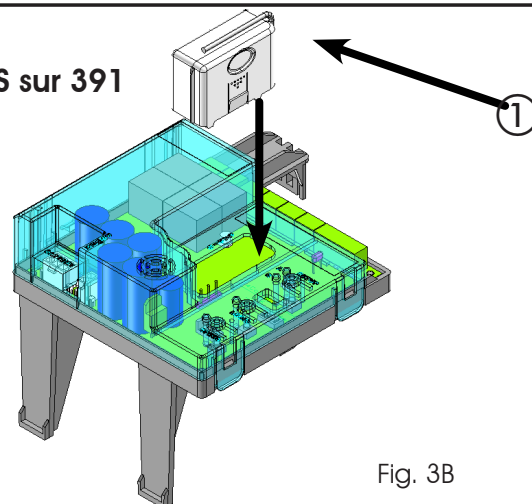
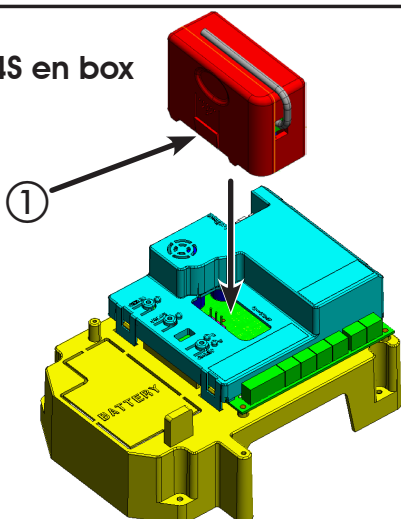

Fig. 3B
Fig. 3A
L'armoire électronique est munie d'un système de décodage (DS, SLH, LC) bicanal intégré appelé OMNIDEC. Ce système permet de mémoriser, par l'intermédiaire d'un module récepteur supplémentaire (Fig. 3A réf. ① et Fig.3B réf. ① pour E024S pour 391) et de radiocommandes de la même fréquence, tant l'ouverture totale (OPEN A) que l'ouverture partielle (OPEN B) de l'automatisme.